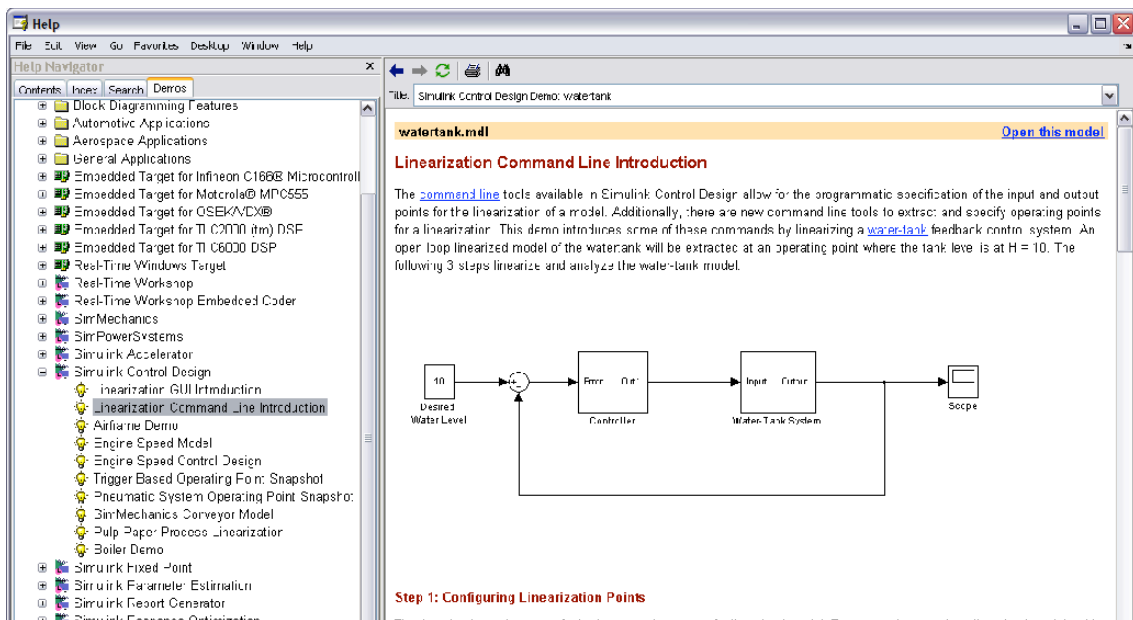

Figura 3 Control nivel de agua.
3.- Con la ayuda de su profesor, analizar uno de los demos de control presentes en la ayuda de matlab. En este caso se analizara un control de nivel de agua ilustrado en la Figura 3.